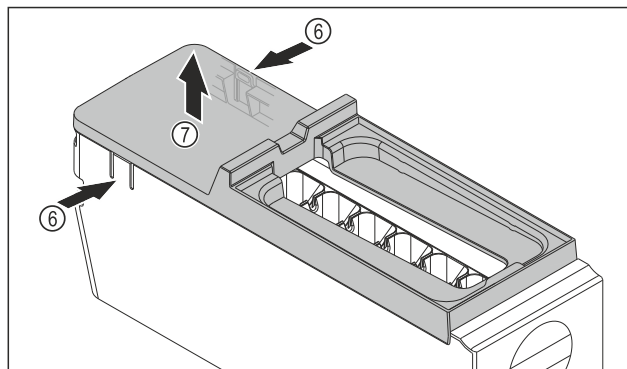

Fig. 92
- Fjern dekslet til hoveddelen til EasyTwist-Ice: Trykk på tappene Fig. 92 (6) på begge sider av hovedenheten til EasyTwist-Ice- med én hånd.
- Fjern dekslet Fig. 92 (7) ved å trekke det oppover med den andre hånden.